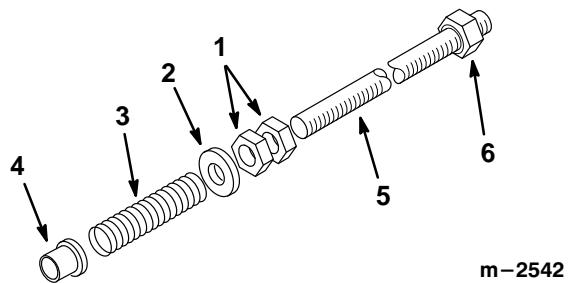

Figure 7
4. Visser 2 contre-écrous de 1/2" à environ 9" (22,8 cm) sur chaque tige de réglage (Fig. 7).
5. Insérer une entretoise de 1/2", un ressort et un coussinet sur chaque tige de réglage, en plaçant la collierette du coussinet du côté du ressort (Fig. 7).